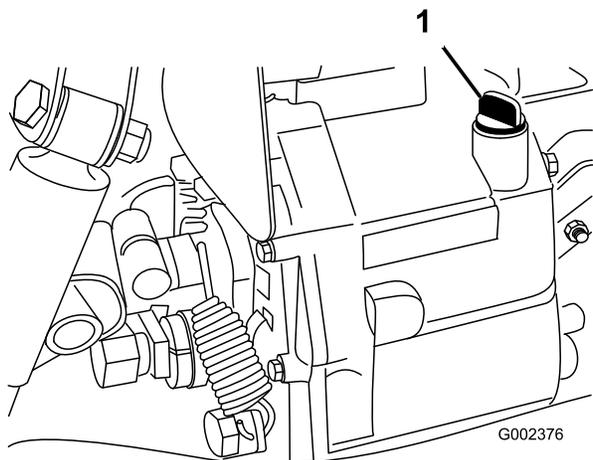

Рисунок 69
5. Очистите область вокруг отверстия для масломерного щупа (Рисунок 69).